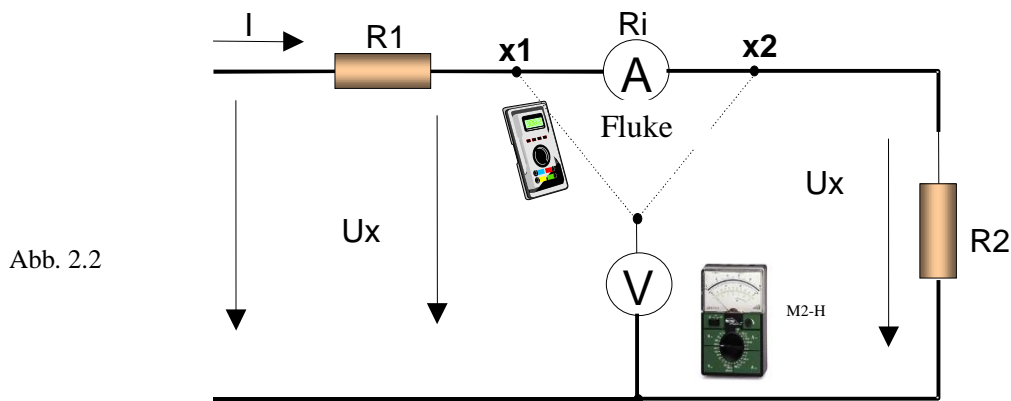

Abb. 2.2
Schaltung Abb.2.2 aufbauen. Betriebsspannung $U_v = 6V$ einstellen
2.2.A1: An welchem Messpunkt wird bezogen auf den Widerstand R2 **stromrichtig** gemessen (Begründung)? Abb. 2.2.